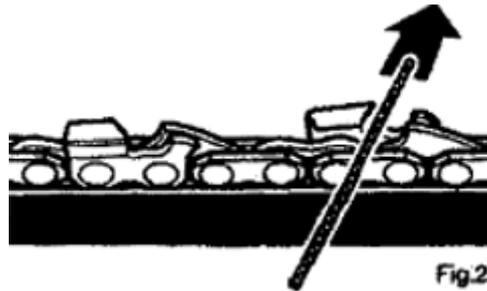

Fig.25
4. En exerçant une pression légère mais ferme, frottez vers le coin avant de la dent. Voir la figure 25.